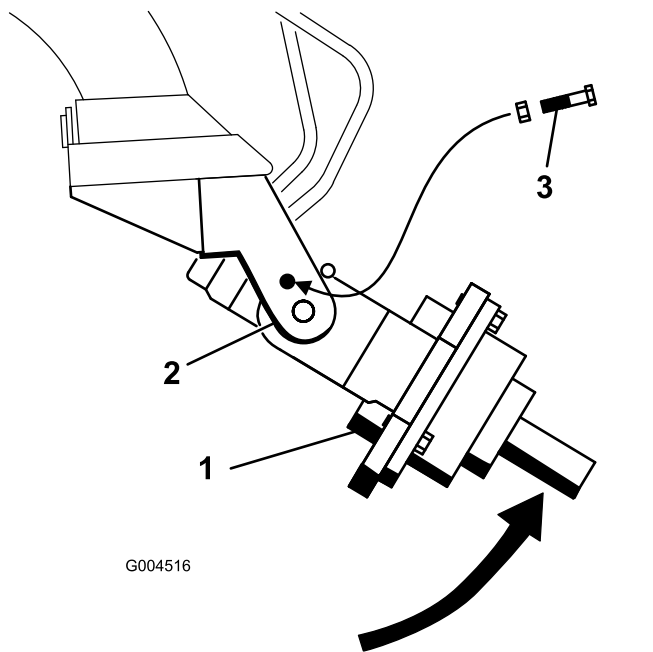

Рисунок 5
5. Вручную вращайте приводную головку шнека вверх до тех пор, пока не появится возможность вставить болт (1/2 x 2 1/2 дюйма) в отверстие рычага люльки, зафиксировав тем самым приводную головку. Зафиксируйте без затяжки болт фланцевой гайкой (1/2 дюйма), как показано на рис. Рисунок 5.
3. Вручную вращайте приводную головку шнека вверх до тех пор, пока не появится возможность вставить болт ($\frac{1}{2}$ x $2\frac{1}{2}$ дюйма) в отверстие рычага люльки, зафиксировав тем самым приводную головку. Зафиксируйте без затяжки болт фланцевой гайкой ($\frac{1}{2}$ дюйма), как показано на рис. Рисунок 5.